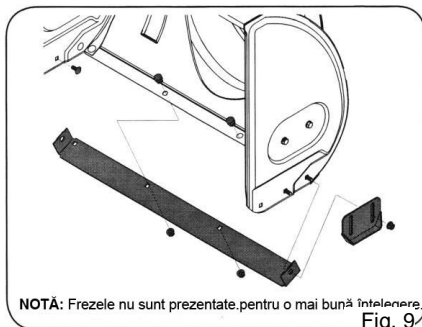

Fig. 9
2. Reasamblați patinele noi cu patru șuruburi de blocare (câte două pe fiecare parte) și cu piulițele hexagonale cu gât. Vezi Fig. 9.